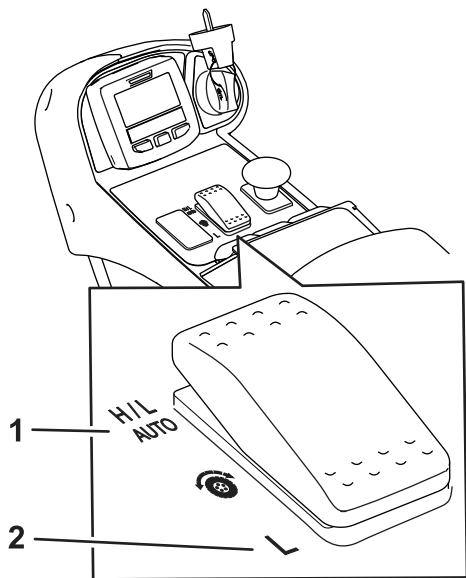
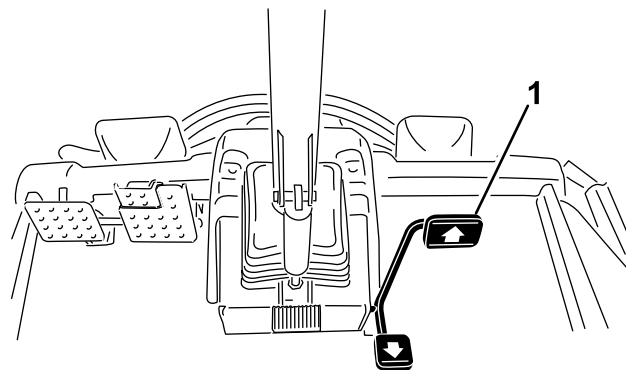

Рисунок 20
Рисунок 21
- В нормальных рабочих условиях машину следует эксплуатировать при положении переключателя диапазона скоростей H/L AUTO (ВЫС./НИЗК. – АВТОМ. РЕЖ.) (Рисунок 20). Это положение позволяет машине автоматически переключаться между диапазонами низких и высоких скоростей в зависимости от ее применения для скашивания или транспортировки.
- При выборе положения переключателя диапазона скоростей Low (Низкий) (Рисунок 20) машина всегда будет работать в диапазоне низких скоростей. Эту настройку предпочтительно использовать в мастерской, при погрузке на прицеп и выгрузке с прицепа, при движении вверх по крутым склонам или при любых других операциях, когда нежелательно применять более высокие значения скорости тягового привода диапазона высоких скоростей.
Данная машина имеет 2 диапазона скоростей тягового привода: низкий и высокий. Можно выбрать перечисленные ниже положения переключателя диапазона скоростей (Рисунок 20).
Эта функция позволяет установить максимальную скорость машины при нажатии педали до упора вперед (Рисунок 21). Отдельно можно установить максимальные значения скорости для диапазонов низких и высоких скоростей (Рисунок 20).